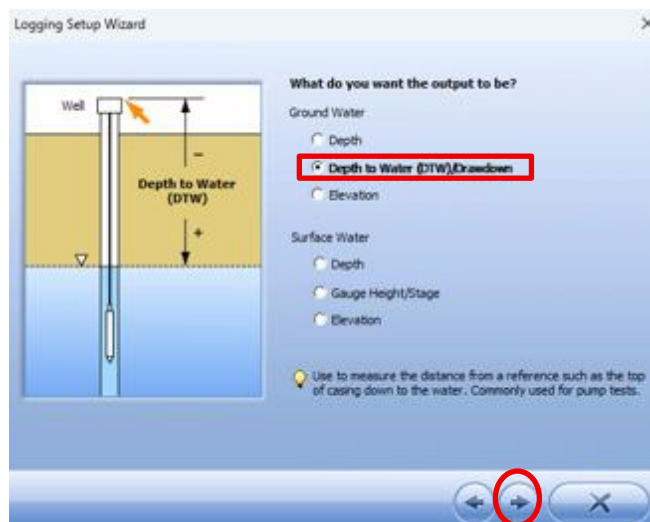

Figura 9: Depth to Water.
- k) Seleccionar el método de medición e instalación del transductor en este caso en el “modo Depth to Water (DTW)” (Figura 9). Por lo tanto, debemos realizar medición de la densidad en pozo. Luego en siguiente